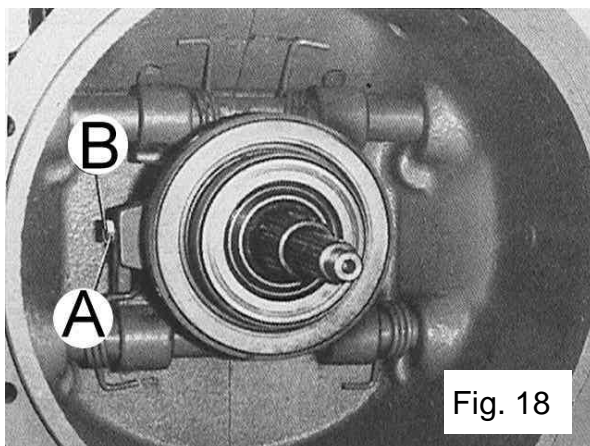

Fig. 18
La fig. 18 montre le positionnement correct des leviers d'embrayage à l'intérieur de la cloche d'embrayage: aussi bien ceux destinés à la commande de l'embrayage de la p.d.f. que ceux de l'embrayage de la traction.
**Remarque** - Un montage correct des roulements de butée sur les leviers prévoit un léger contact des vis **B** (fig. 18) sur les sièges des manchons; ensuite bloquer les écrous **A**.